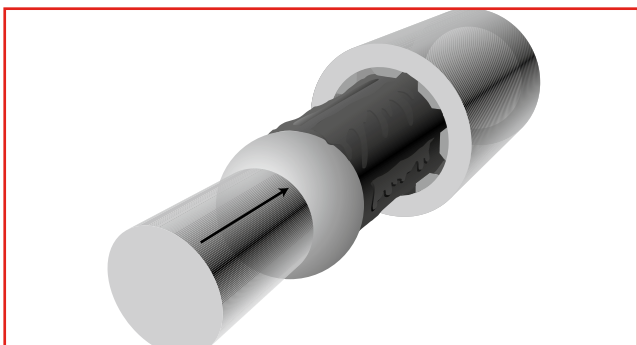

Figura 26. Instale la flecha estriada dentro del casquillo y remueva el exceso de epóxico.
4. **Mezcle y aplique** el compuesto reparador recomendado a la flecha estriada. No aplique producto dentro del casquillo. Inmediatamente empuje la flecha estriada dentro y remueva el exceso de material. (Vea la figura 26).